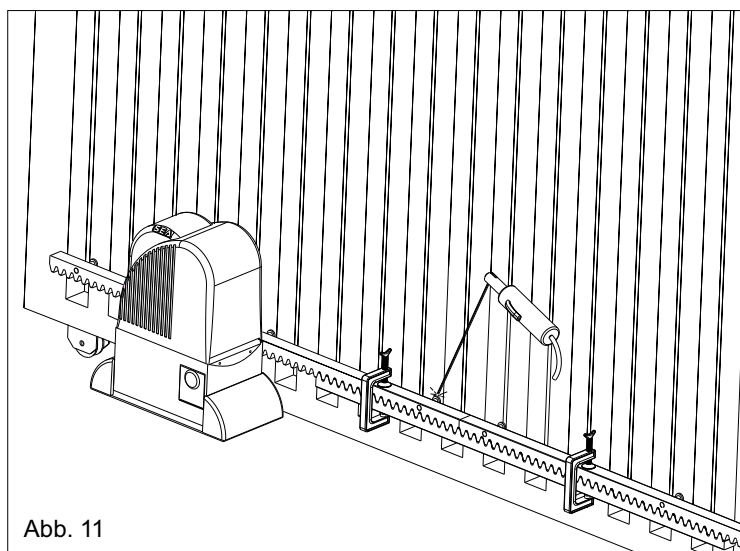

Abb. 11
**6.5.** Sich vergewissern, dass sämtliche Zahnstangenglieder bindig aneinandergereiht und ordentlich verlegt wurden (synchronisierte Verzahnung). Es wird empfohlen, zwei aneinandergereihte Glieder, einem dritten, wie in Abb. 11, gegenüberzustellen;